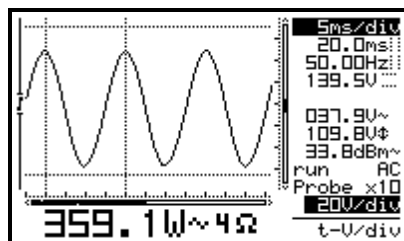

Fig 9
**Premir instantâneo:** utilize as teclas de deslocamento para a esquerda/direita de modo a poder seleccionar um dos 5 ecrãs possíveis. (Ver Fig. 9 a 13). Utilize-as para cima/baixo de modo a poder ver/ocultar os cursores ou grelha do ecrã.